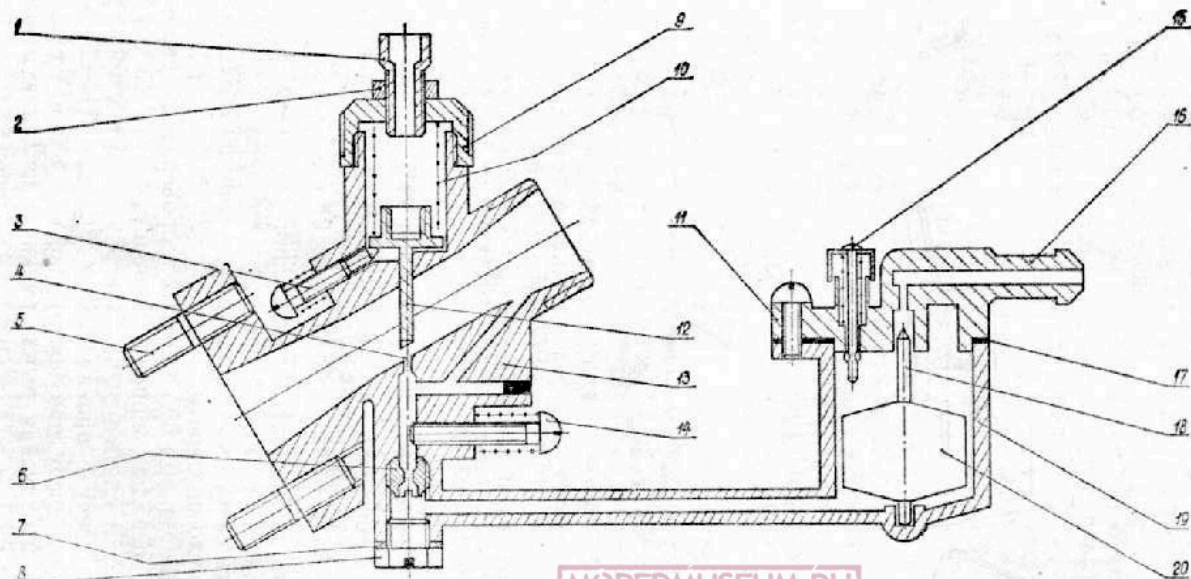

Рис. 6. Схема карбюратора К34Б:
Втулка 1 имеет продольный паз 10, а втулка 2 — винтовой паз 9, между которыми находится ползунок 3, соединенный с гибким тросом и дросселем 12 карбюратора (рис. 6).
Карбюратор (рис. 6) состоит из корпуса 13, крышки поплавковой камеры 11, поплавок 20 с иглой 18, дросселя 12 и жиклера 6. Топливо из бака через фильтр топливного крана по топливопроводу поступает самотеком к штуцеру крышки 16 и заполняет поплавковую камеру.
5. При положении ручки управления дросселем карбюратора на себя до упора проверить полное открытие диффузора карбюратора, для чего снять воздухоочиститель. При необходимости отрегулировать винтом 1 (рис. 6).
3. При запуске холодного двигателя следует нажать на кнопку утопителя 15 (рис. 6) до полного заполнения поплавковой камеры (топливо должно показаться из-под колпачка утопителя). При запуске прогретого двигателя нажимать на кнопку утопителя не надо.
Если двигатель глохнет, вернуть винт 3 (рис. 6) на $1 \div 2$ оборота. При повышенных оборотах холостого хода вывернуть винт 3 на $1 \div 2$ оборота.